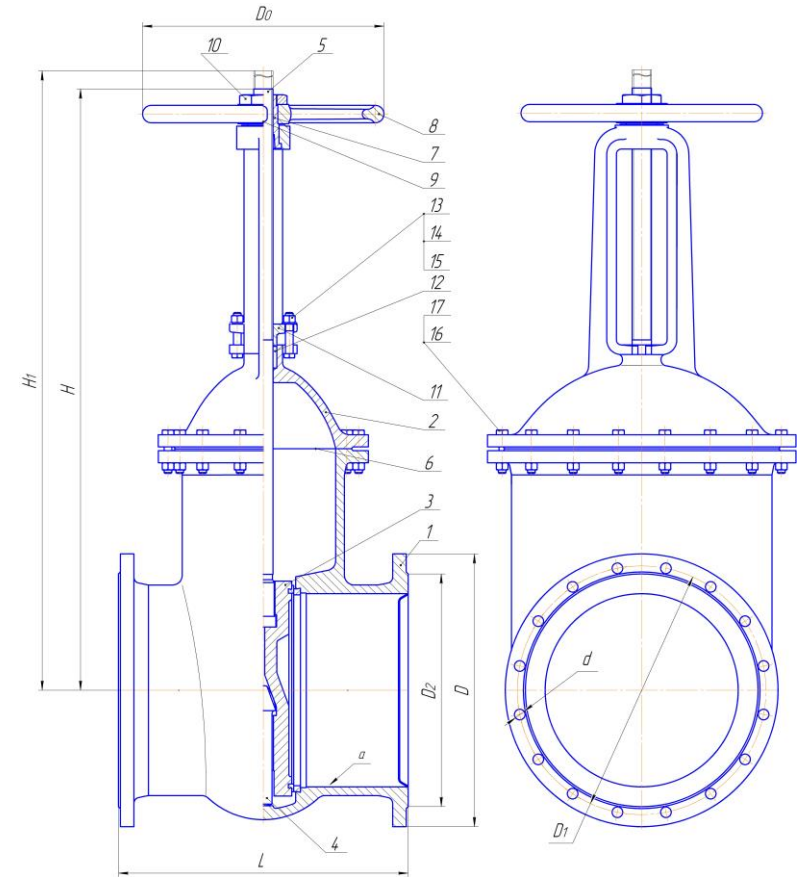

Рис.1
4.1. Устройство задвижки: (см. Рис.1)
Примечание: (см. Рис.1)